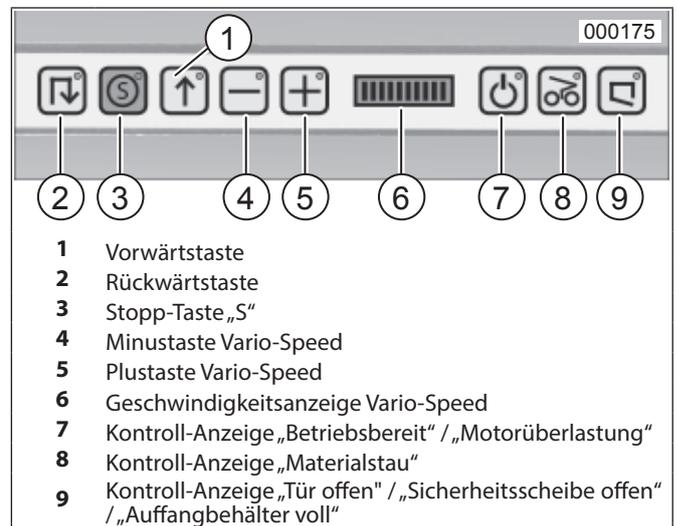

Abb. 2 Tastatur
- Zum Zeichen der Betriebsbereitschaft leuchtet das Lämpchen der Kontroll-Anzeige „Betriebsbereit“ (Abb. 2/7) sowie das der roten Stopp-Taste „S“ (Abb. 2/3).
3. Vorwärtstaster Abb. 2/1 kurz betätigen.
- Nachdem der Datenträger vernichtet ist, drücken Sie die Stopp-Taste „S“ (Abb. 2/3).
Durch kurze Betätigung der Stopp-Taste „S“ (Abb. 2/3) kann der Zerkleinerungsvorgang jederzeit manuell gestoppt werden.
- Das Schneidwerk blockiert. Die Kontroll-Anzeige (Abb. 2/8) leuchtet auf.